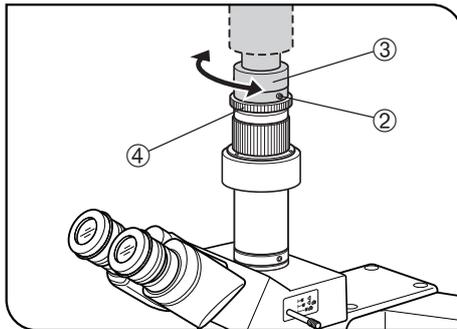

Fig. 6
Desserrer la vis de blocage ② située sur le haut de lentille de zoom, tourner l'adaptateur pour montage de caméra ③ et la bague de mise au point ④, puis resserrer la vis ②. (Fig. 6)